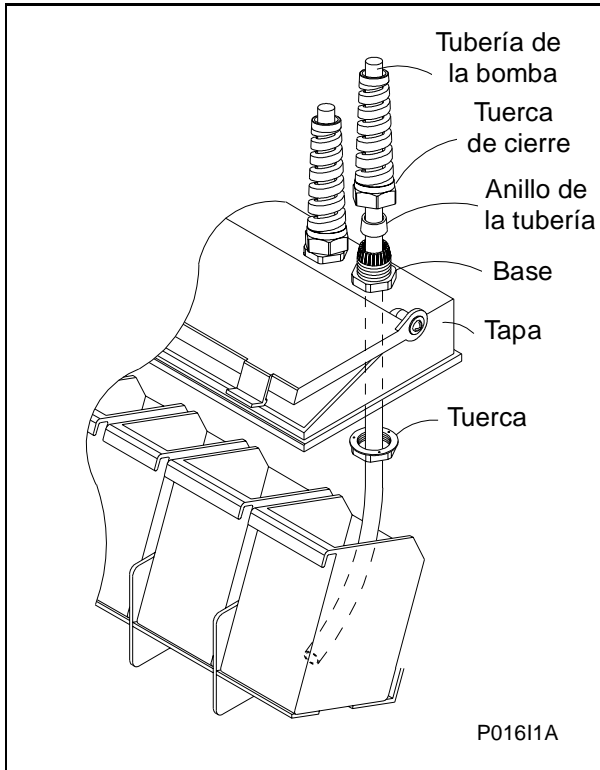

Figura 11
1. Quite los tapones de la base. Vea la Figura 11. Los tapones están instalados dentro de los anillos de los tubos.